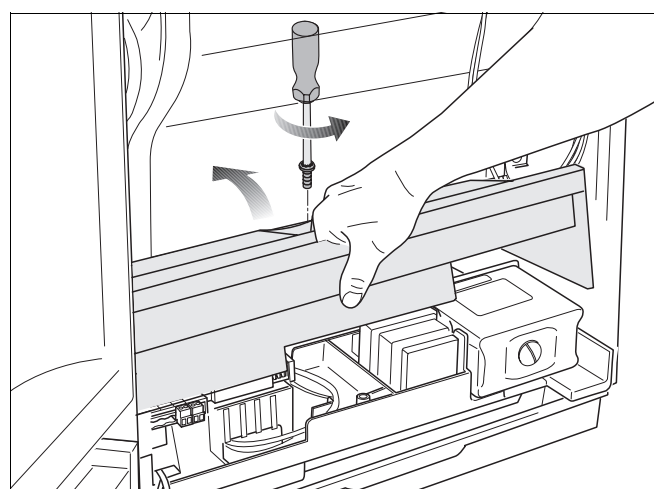

Рис. 17 Снятие крышки электроблока
- Отвинтить винт крышки электрических подключений и снять ее (рис. 17).